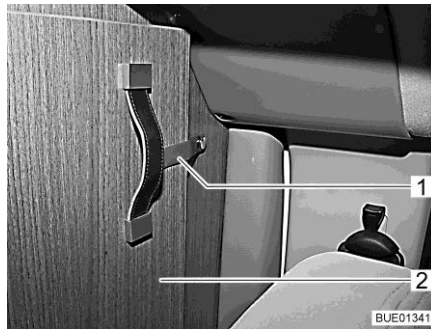

Bild 52 Sicherungsband
- Sicherungsband (Bild 52,1) vom klappbaren Teil der Fahrerhausabtrennung (Bild 52,2) lösen.